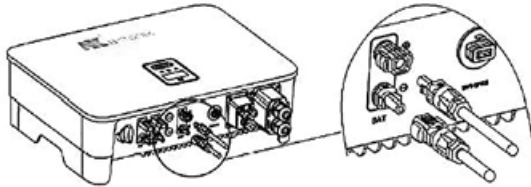

Abbildung 3.25
6. Stecken Sie den positiven und den negativen Stecker jeweils in die entsprechenden Batterieklemmen des Wechselrichters. Ein „Klick“-Geräusch zeigt an, dass sich die Baugruppe an der vorgesehenen Position befindet, wie in Abbildung 3.25 dargestellt: